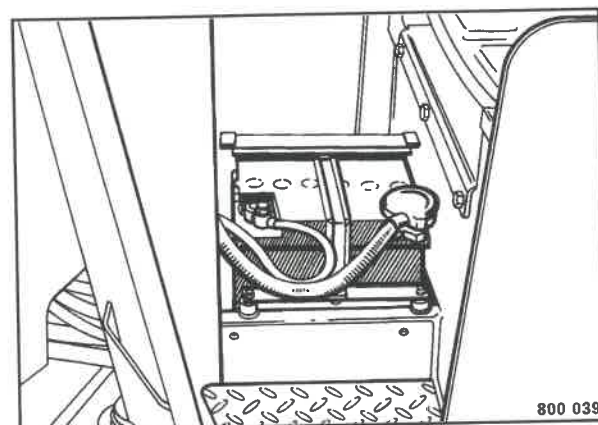

Fig. 125
- Smontare la calotta di protezione del vano piedi (Fig. 125).